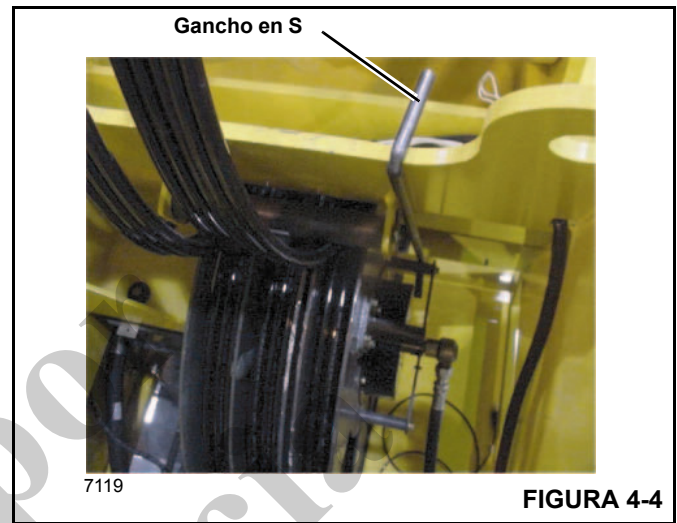

FIGURA 4-4
11. Instale un gancho en S en el lado de la cabina del carrete de manguera como se muestra (Figura 4-4), para evitar que el carrete gire una vez que las mangueras sean desconectadas.